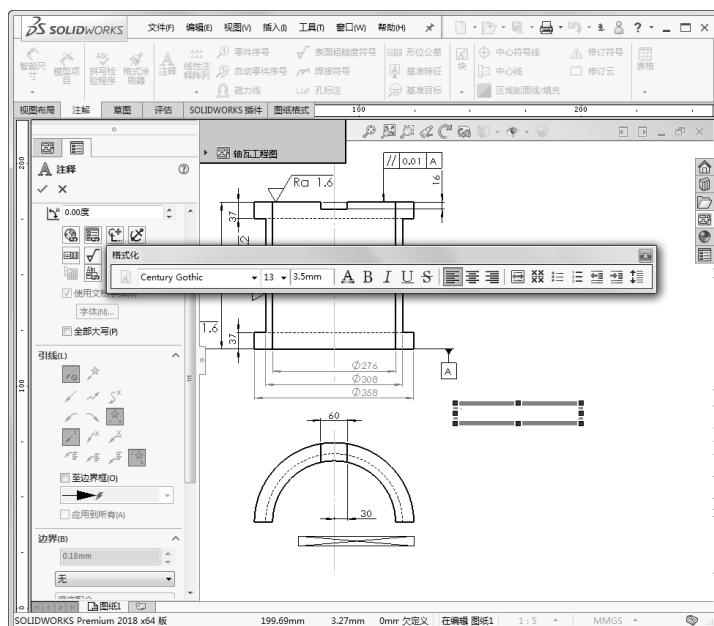

图 12-39 添加注释文字
- 4) 拖动光标指针到要注释的位置，在图形区添加注释文字，如图 12-39 所示。